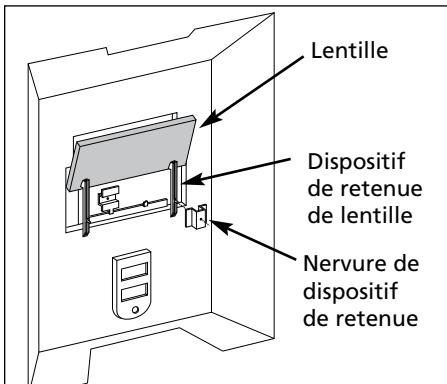

Figure 7
- Fixer les nervures par dessus les goupilles sur le dispositif de retenue de la lentille (Voir Figure 7).